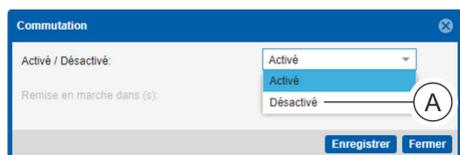

Fig. 103 : Fenêtre « Commutation »
4. ➔ Dans la fenêtre « Commutation », menu de sélection « Marche/Arrêt » sélectionner le paramètre « Désactivé » (pour la désactivation) ou « Marche » (pour l'activation) (Fig. 103 /Ⓐ).